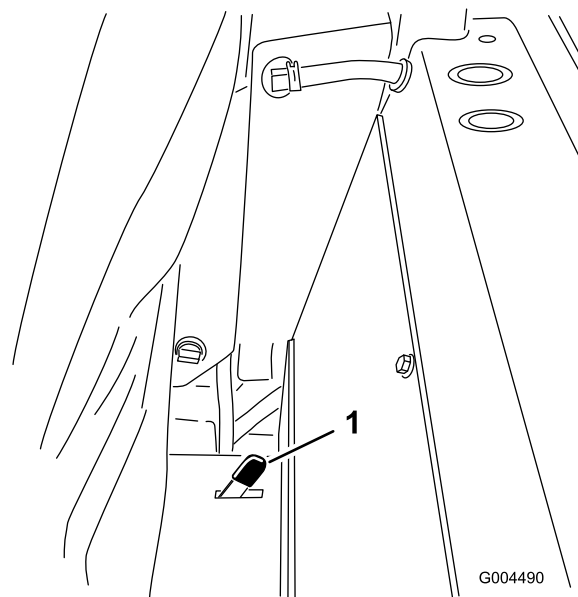

Figure 34
2. Poussez un des verrous du siège, situés derrière et sur les côtés du siège, en arrière pour déverrouiller le siège et tirez le haut du siège en avant (Figure 34).